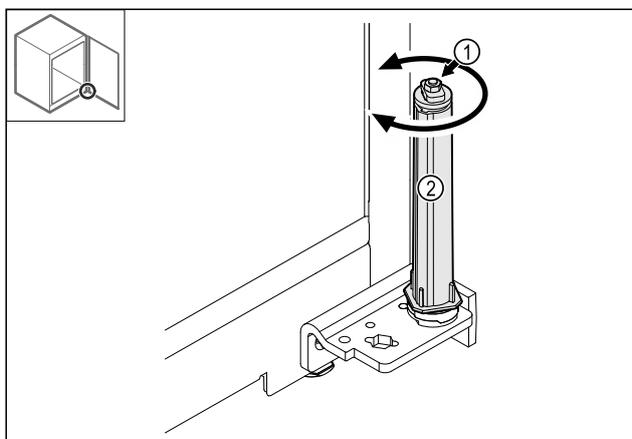

Fig. 40
- ▶ No desmontar la unión atornillada Fig. 40 (1) del sistema de cierre.
- ▶ Girar el sistema de cierre Fig. 40 (2) hasta que haga clic.